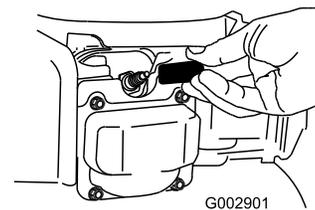

Bild 41
2. Ziehen Sie den Kerzenstecker von der Zündkerze ab (Bild 41).